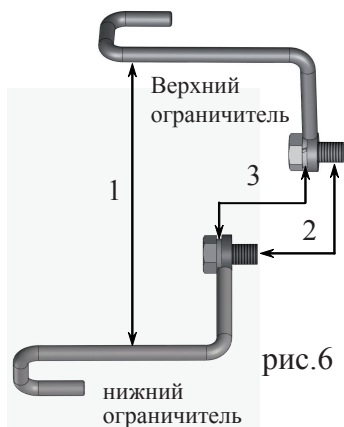
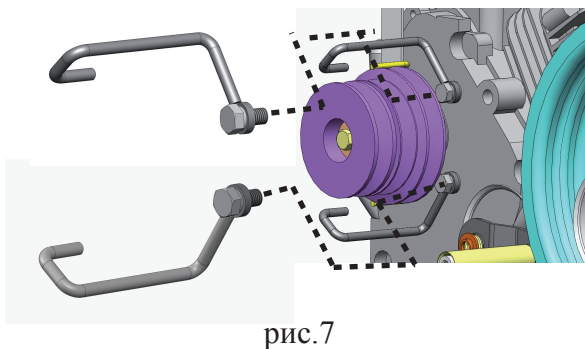

рис.6
рис.7
- в ограничители (1) вставить болт М8 (2) или 5/16" (дюймовая резьба, в зависимости от модификации двигателя) через шайбу 8.65Г (3) (рис. 6). Ограничители вместе с болтом и шайбой установить в отверстия двигателя (справа от шкива) М8 или 5/16" и закрепить (рис. 7).